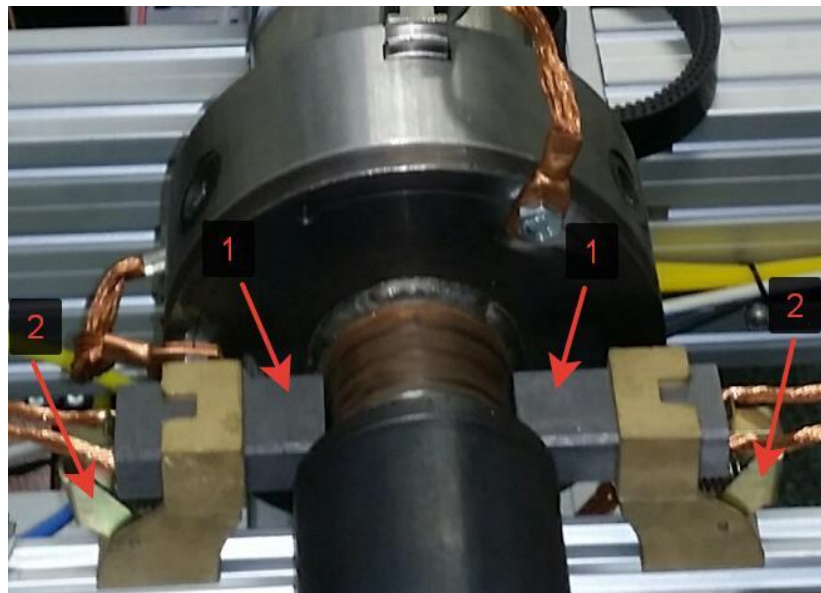

Рисунок 37 – Щеточно-коллекторный узел
4.3.1 Не реже одного раза в месяц проверять состояние щёточно-коллекторного узла (см. рисунок 37). Щетки (№1 на рисунке 37) не должны иметь трещин и других повреждений. Длина щетки должна составлять не менее 43 мм.